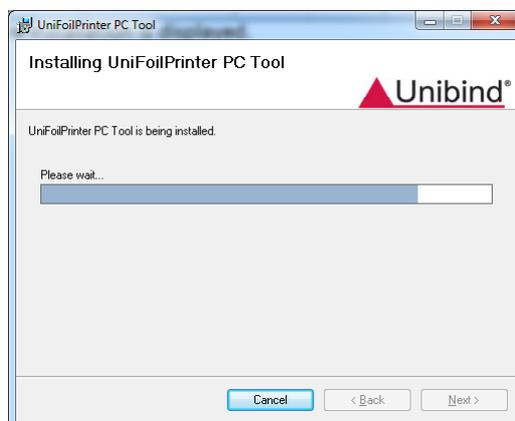

Figure 14: Ecran de progression de l'installation
- Merci de patienter lorsque l'écran figure 14 vous montre l'état de progression du chargement du logiciel.